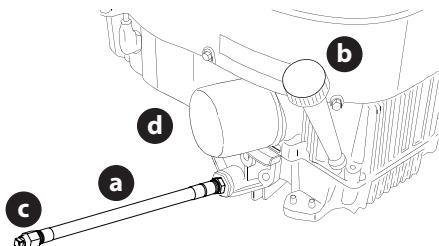

Figura 30
1. Ubique la manguera de drenaje de aceite (a) que está en el costado del motor (Figura 30).
2. Para recoger el aceite usado, coloque un recipiente adecuado con al menos una capacidad de 2.5 cuartos de galón (2.37 litros) debajo de la abertura de la manguera de drenaje de aceite. Retire el tapón de llenado de aceite/la varilla de nivel de aceite (b) del tubo de llenado (Figura 30).
3. Mientras sostiene el extremo libre de la manguera de drenaje de aceite sobre el recipiente de recolección de aceite, desenrosque el tapón con cabeza cuadrada de la manguera (c) del extremo de la manguera de drenaje de aceite (Figura 30). Drene el aceite del motor dentro del recipiente.
5. Extraiga el filtro de aceite (d) y drene en el recipiente recolector (Figura 30).
6. Vuelva a colocar el filtro de aceite (d) y cargue el motor con aceite nuevo según las instrucciones del Manual del operador del motor (Figura 30).